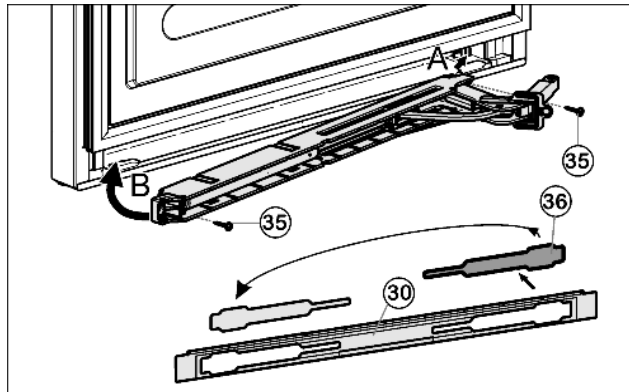

Fig. 19
- ▶ Освободите крышку *Fig. 19 (36)* из накладки *Fig. 19 (30)* и снова установите её на другой стороне.
- ▶ Зацепите (A) и поверните (B) узел амортизатора закрывания дверцы шарниром на стороне шарнира.
- ▶ Прикрутите (2 шт. Torx 15) *Fig. 19 (35)* узел амортизатора закрывания дверцы.